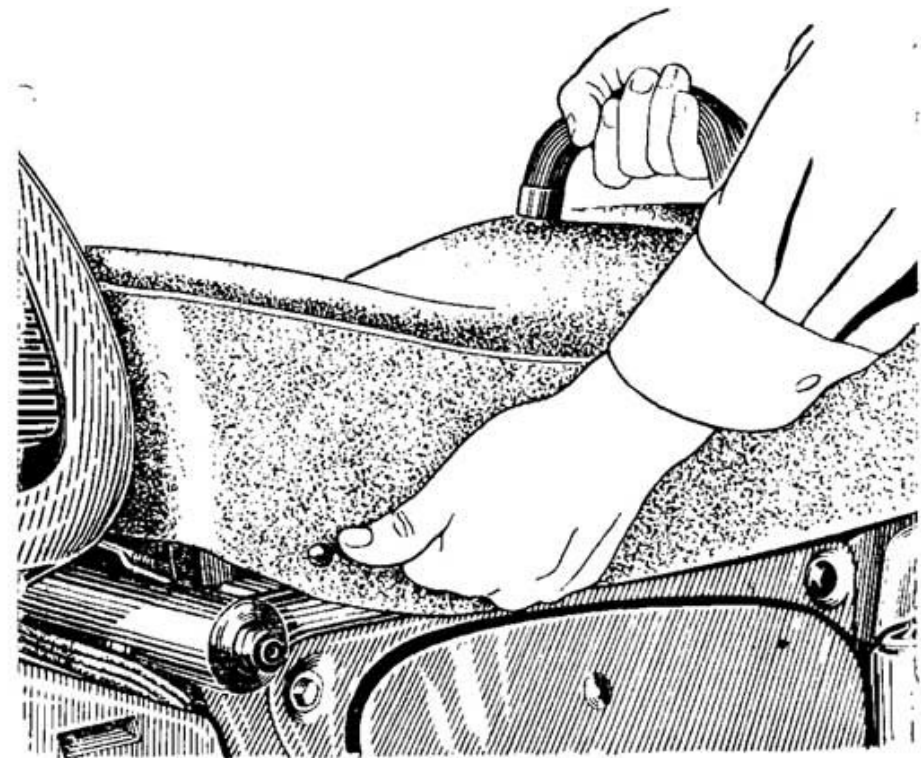

FIG. 18. DEPOSE DE LA SELLE.
- enfoncer le poussoir de butée de selle (fig. 18);